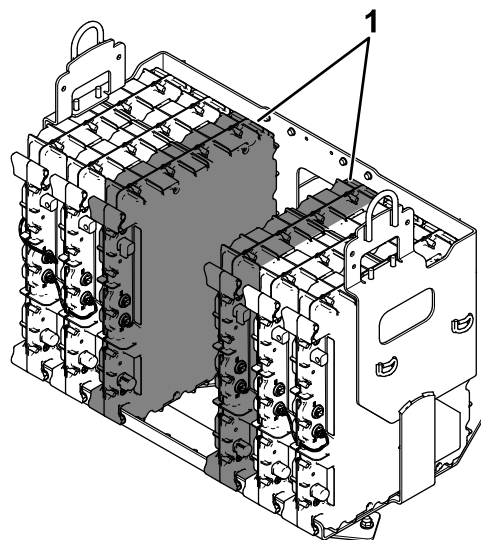

Figura 4
- A Figura 4 mostra 2 baterias instaladas (de um total de 13):